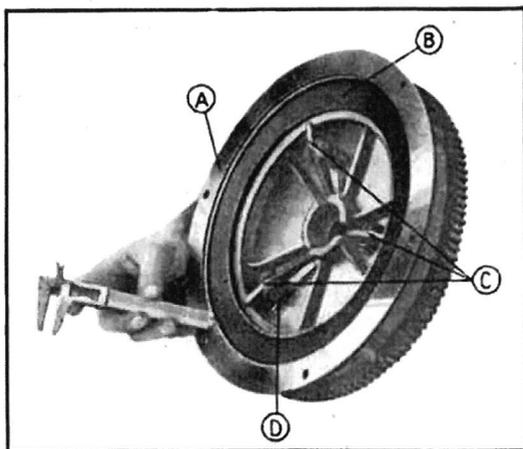

Fig. 130 — Contrôle du parallélisme de la couronne d'embrayage.
25—Le fonctionnement normal de l'embrayage nécessite un parfait parallélisme entre la couronne et le volant du moteur. A cet effet : contrôler la distance de la couronne (B) au plan de joint du carter (A) (fig. 130) en face